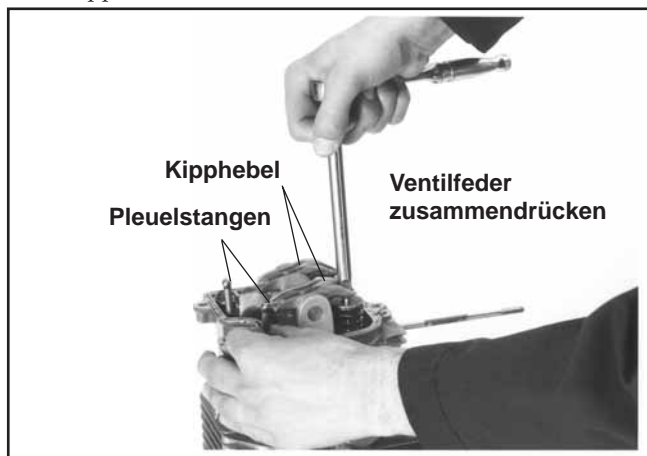

Abbildung 11-36. Einbau der Pleuelstangen unter den Kipphebeln (Köpfe mit Kippbrücken).
4. Köpfe mit Kippbrücken - Abbildung 11-36.